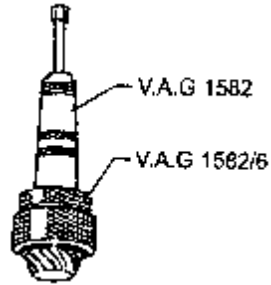
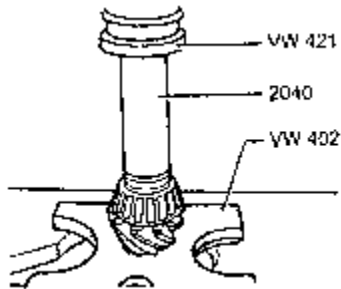

图 7-173 拔出锥形滚柱轴承内圈
图 7-174 压入锥形滚柱轴承内圈
(2) 带衬套的传动小齿轮轴锥形滚柱轴承内圈的拆卸与安装。带衬套的传动小齿轮轴锥形滚柱轴承内圈的拆卸要用专用工具 V.A.G1582 进行, 如图 7-173 所示。其安装如图 7-174 所示。